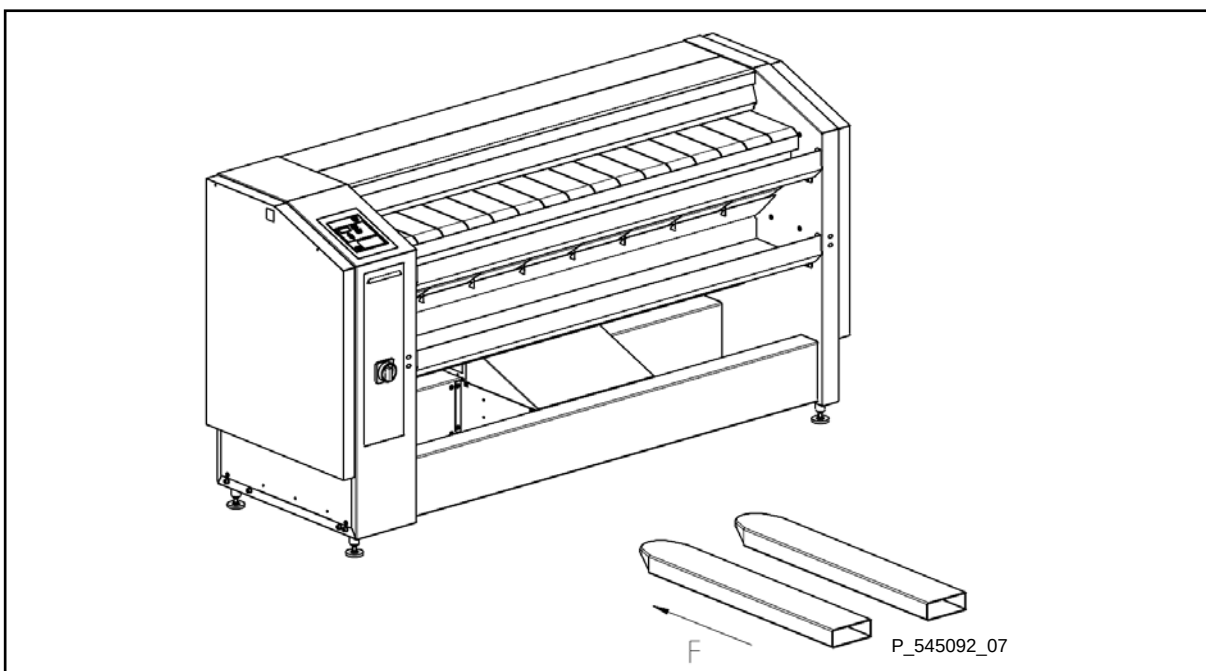

figura 3.2.2.B.
- Figura 3.2.2.B – de la paleta se puede quitar la calandra con la carretilla elevadora introducida desde el lado frontal (F) debajo de los dos soportes principales en el centro entre los bastidores de la máquina.